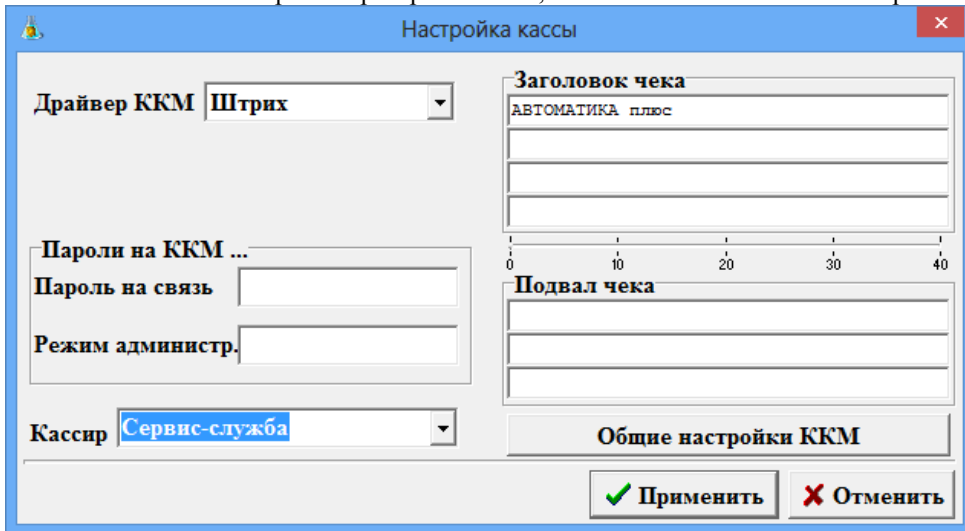

Рис. 11
При создании объекта «ККМ» на экране появится окно «Настройка кассы» (рис.11), в котором задайте:
**Внимание.** После создания, выделите объект «ККМ», щелчком правой кнопки мыши откройте всплывающее меню и выберите «Найти подключение» (рис.11а). В результате поиска на экране монитора появится окно с информацией к какому Сом порту компьютера физически подключена ККМ. К этому же Сом порту объекта «Компьютер» подключите созданный объект «ККМ» (т.е. нажатой правой кнопкой мыши соедините точку связи(треугольник) на объекте «ККМ», с точкой связи (квадратом), на объекте «Компьютер» (цифра над «квадратом» объекта «Компьютер» обозначает номер Сом-порта ЭВМ)).
Рис.11а